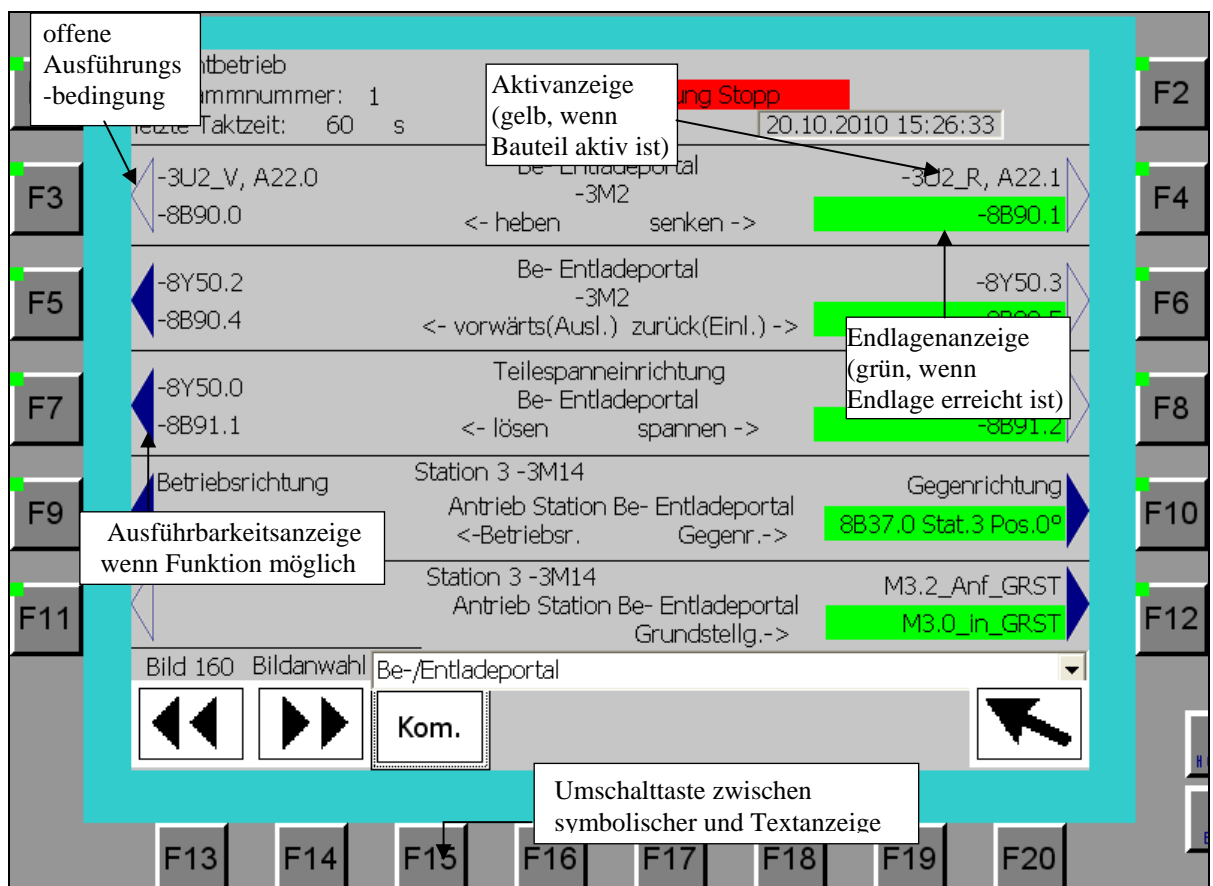

Bild 9.0
- Die Aktivierung der einzelnen Anlagenkomponenten geschieht über die Funktions- F- Tasten, siehe Bild 9.0. Dabei ist zu beachten, dass der Handbetrieb ein reiner Tippbetrieb ist, das heißt die Komponenten sind nur solange aktiv wie die entsprechende F-Taste betätigt wird.
Im Bild 9.0 (Bild 150 im MP) soll das Fahrwerk des Portalsystems in Richtung Anlageneinlauf bewegt werden.
Dreieck in Richtung der jeweiligen Funktionstaste angezeigt, im Beispiel die Funktionstaste **F8**, siehe Bild 9.0.